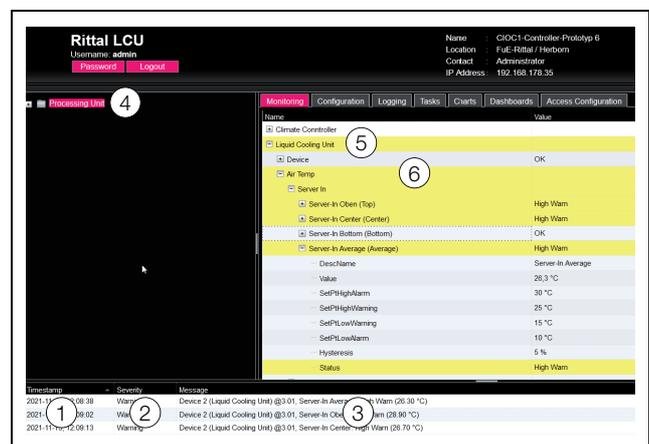

Abb. 32: Aufbau der Meldungsanzeige
1. Timestamp: Datum und Uhrzeit, wann der Fehler aufgetreten ist (Abb. 32, Pos. 1).
2. Severity: Schwere des aufgetretenen Fehlers. Es wird unterschieden zwischen Warnungen („Warning“) und Alarmen („Alarm“) (Abb. 32, Pos. 2).
3. Message: Fehlermeldung im Klartext (Abb. 32, Pos. 3).
- Linker Bereich (Navigationsbereich): Das Symbol vor der Komponente, an der der Fehler aufgetreten ist, wird im Navigationsbereich bei einer Alarmmeldung rot, bei einer Warnmeldung gelb eingefärbt (Abb. 32, Pos. 4).
- Rechter Bereich (Konfigurationsbereich): Auf der Registerkarte **Monitoring** wird die gesamte Komponente sowie der spezielle Parameter, für den die Warnung bzw. der Alarm anliegt, rot bzw. gelb eingefärbt (Abb. 32, Pos. 5 und 6).